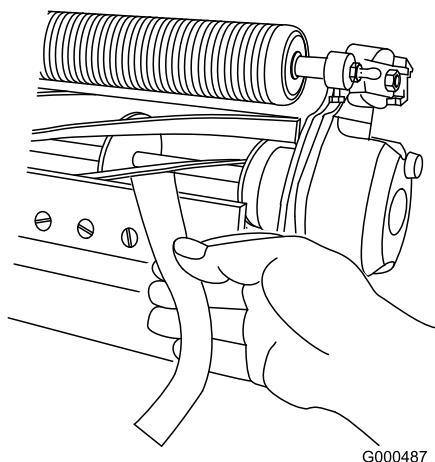

図 12
3. 切れ味確認用のペーパートロのパーツ番号 125-5610を一枚、リールと下刃との間に、下刃に対して直角になるように差し入れて、カッティングユニットの切れ味をテストする図 12。**ゆっくりと** リールを回転させるこれで紙が切れれば合格である。